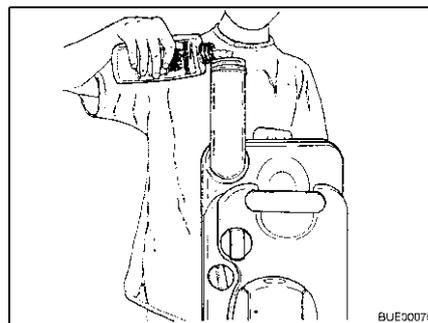

Fig. 255 Verter producto para sanitarios
- Rellenar la cantidad indicada de producto para sanitarios en el depósito de aguas fecales (Fig. 255).